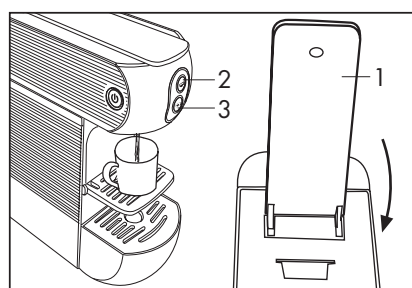

Fig. 10
- Refermer complètement le levier (1), presser la touche de distribution (2) et la presser de nouveau pour arrêter la distribution quand la quantité de boisson souhaitée est sortie (**Fig. 10**). En cas de difficultés de fermeture, rouvrir complètement le levier et refermer.
- Durant la distribution la touche de distribution (2) clignote et s'éteint quand la distribution s'arrête.
- Pour préparer un grand café presser la touche (2) et après avoir préparé le café espresso et fait sortir la capsule vide, distribuer la quantité d'eau chaude souhaitée.
- Pour extraire la capsule, soulever lentement le levier (1).